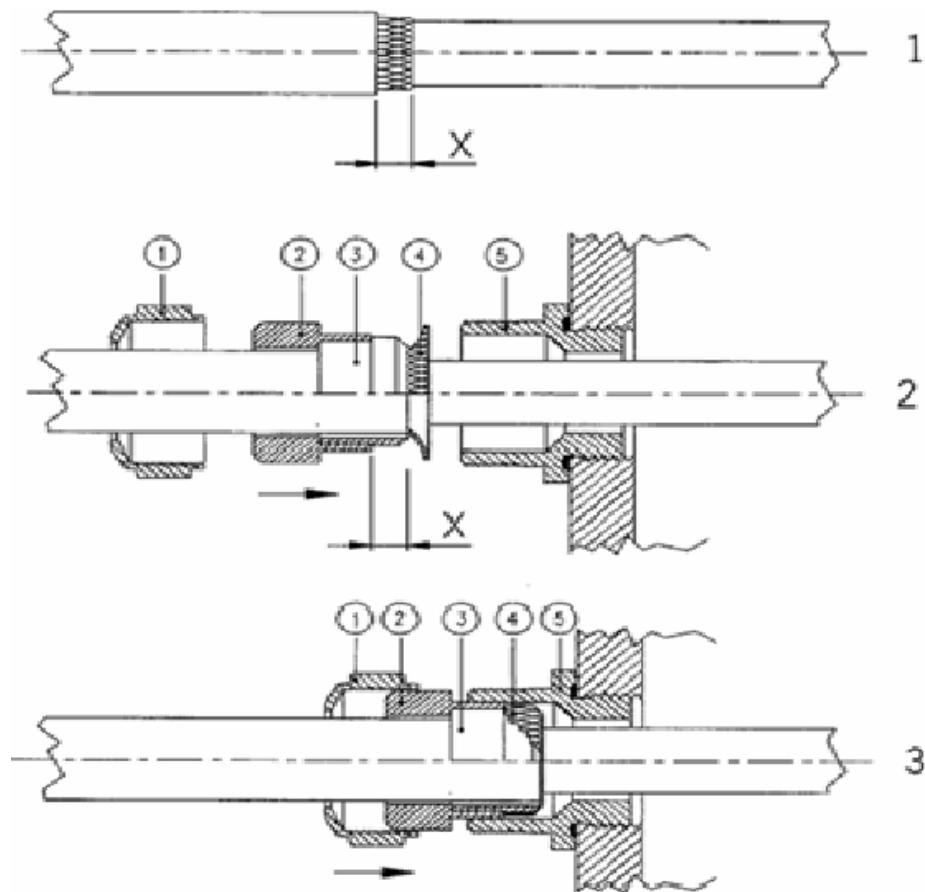

Рисунок 16 Заземление экрана электрического кабеля
2. Удалите экранную оплетку или экранную фольгу на длину X (см. рис. 16).